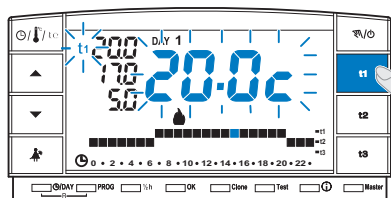

fig. 29
- Appuyer sur la touche du set de température que vous voulez limiter (t1 ou t2) ; le symbole sélectionné (t1 ou t2) et les digits au centre avec la température correspondante clignotent (exemple en fig. 29).